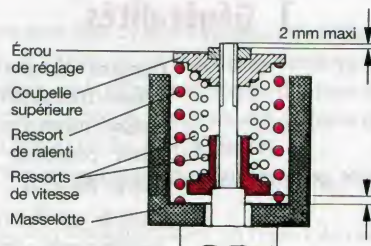

Figure 91.3. Ensemble tournant
- montage des *ressorts* de vitesses sans tension initiale, contrairement au régulateur mini-maxi, dans l'ensemble tournant (fig. 91.3) permettant une réaction des *masselottes* pour chaque variation de régime entre le *ralenti* et la vitesse maximale ;